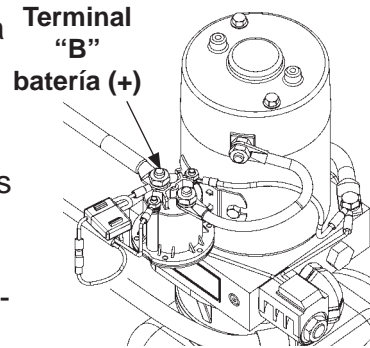

FIG. 37-1
1. Conecte un voltímetro a la terminal "B" del solenoide para verificar que se esté energizando. Recargue la batería si la lectura del voltaje es menor a 12.6 voltios **(FIG. 37-1)**.